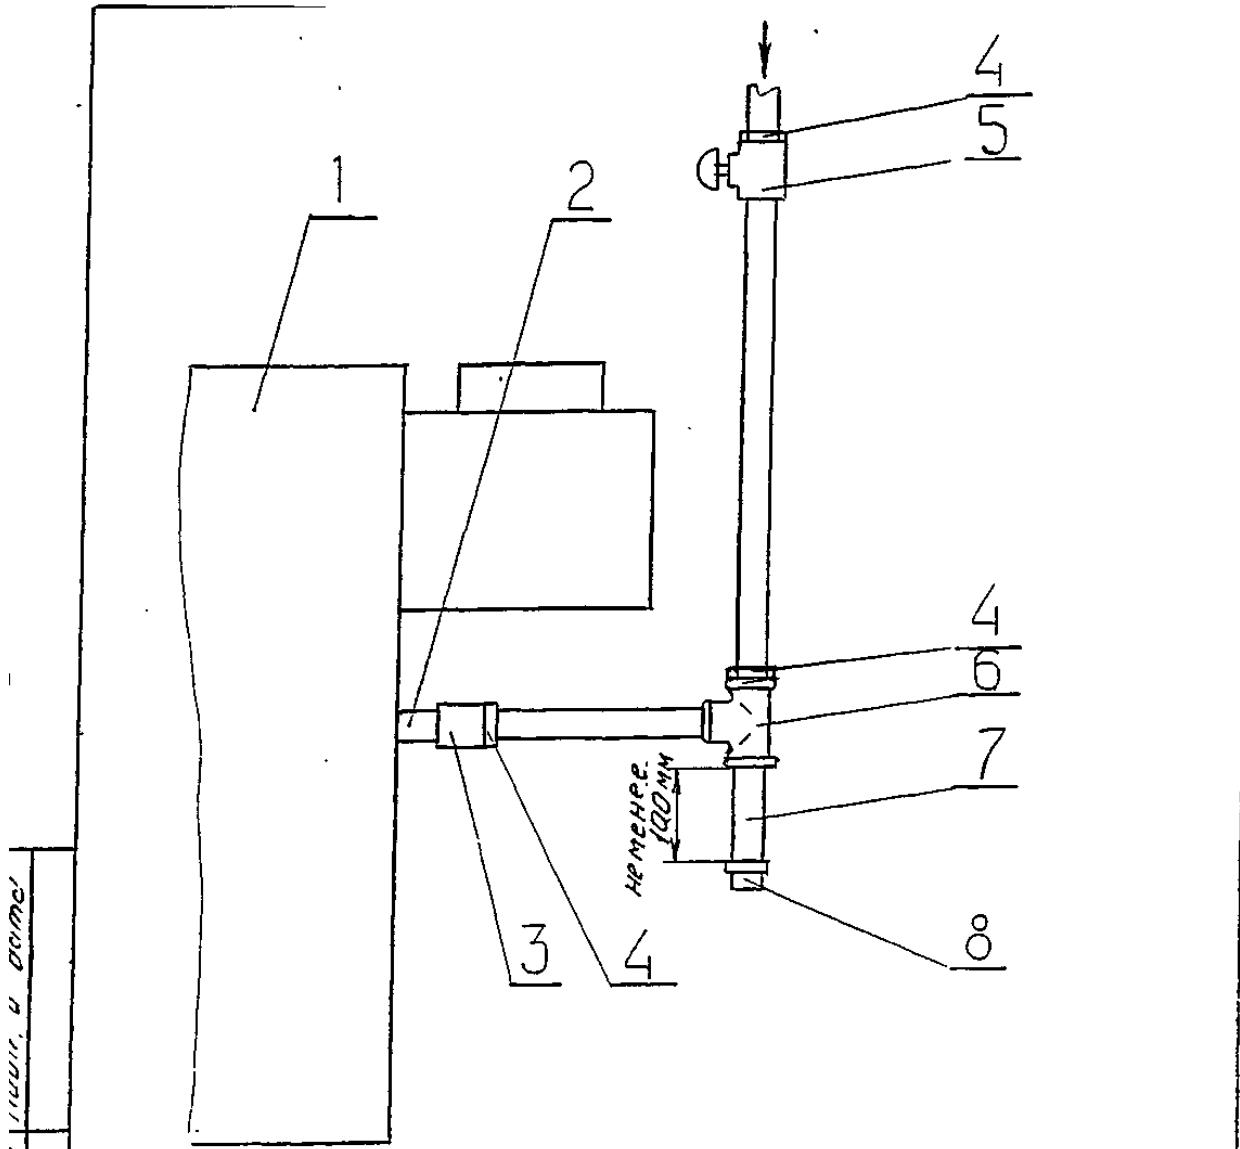

Рис.6. Схема подсоединения котла к газопроводу.
5.7. На газоподводящей трубе перед котлом обязательно должен быть установлен газовый кран, перекрывающий доступ газа к котлу / см. рис. 6 /.
5.8. Рекомендуется на входе газопровода в котел устроить ловушку-отстойник /см. рис. 6/.